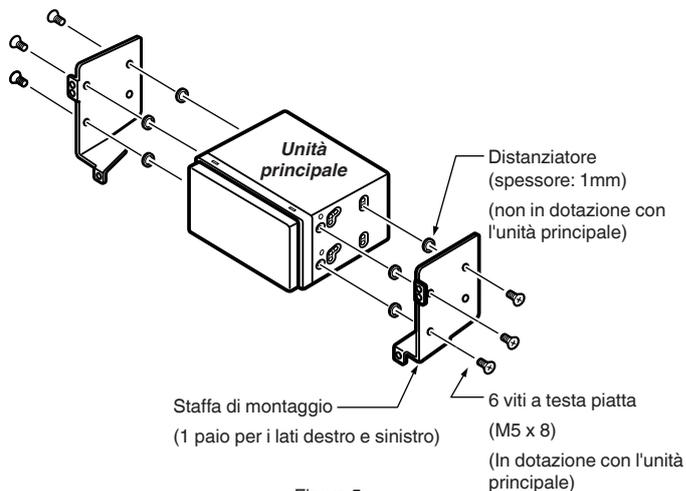

Figura 5
1. Quando viene installata l'unità principale su veicoli NISSAN, utilizzare le parti fornite in dotazione con l'unità e seguire le istruzioni illustrate nella Figura 5.